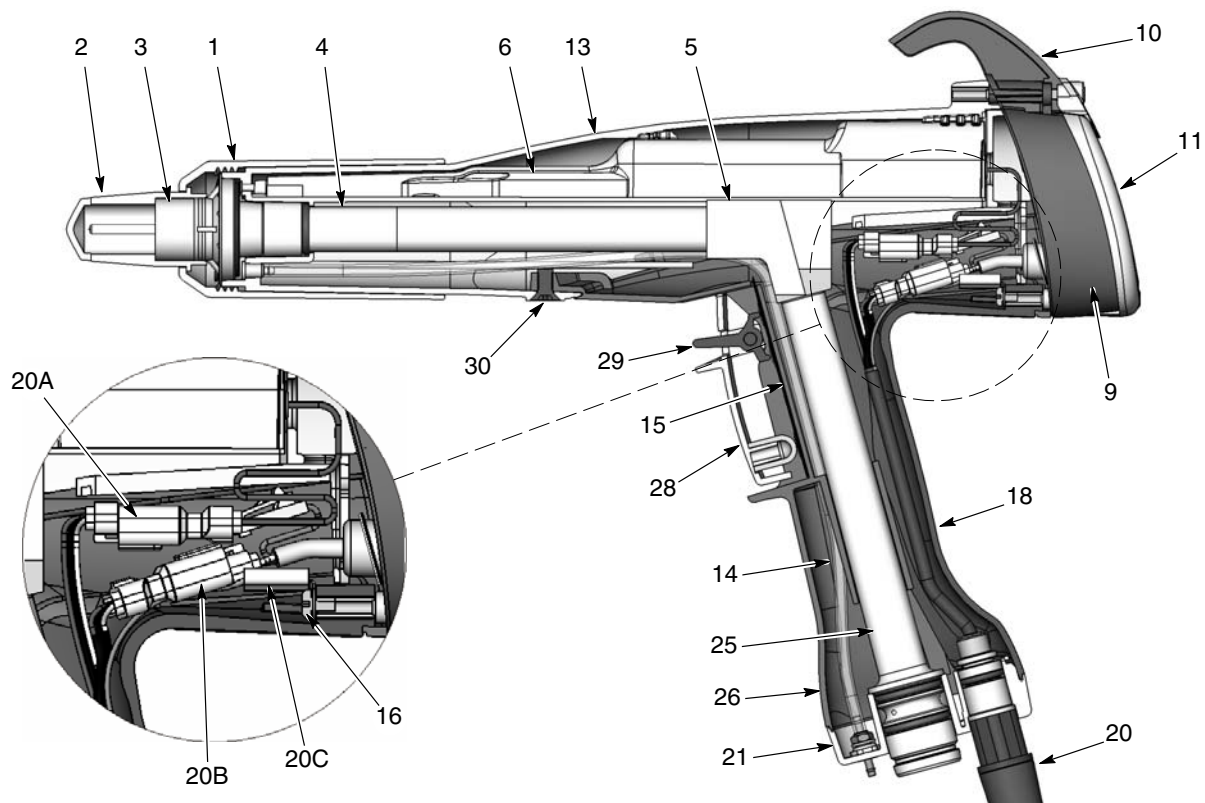

Figure 6-1 Vue en coupe du pistolet de pulvérisation (les P/N dans cette section correspondent aux P/N dans les nomenclatures)
1. Voir les figures 6-1 et 6-2. Dévisser les vis du haut et du bas (12) qui maintiennent le cadre (11), le crochet (10) et le module d'affichage (9) sur le corps du pistolet.
2. Voir la figure 6-1. Dévisser l'écrou de la buse et retirer la buse ainsi que le bloc électrode du pistolet de pulvérisation.